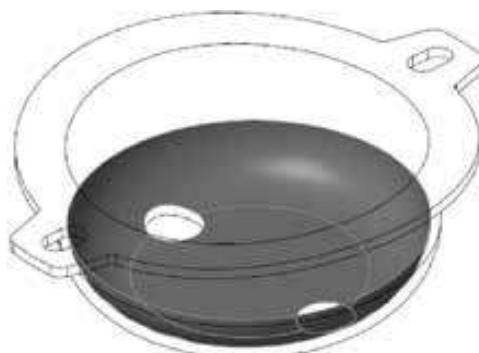

图4-23 选择零件上小孔周围的曲面
Step 03 按住Ctrl键，选择零件内表面小孔周围的曲面，如图4-23中的阴影曲面所示。